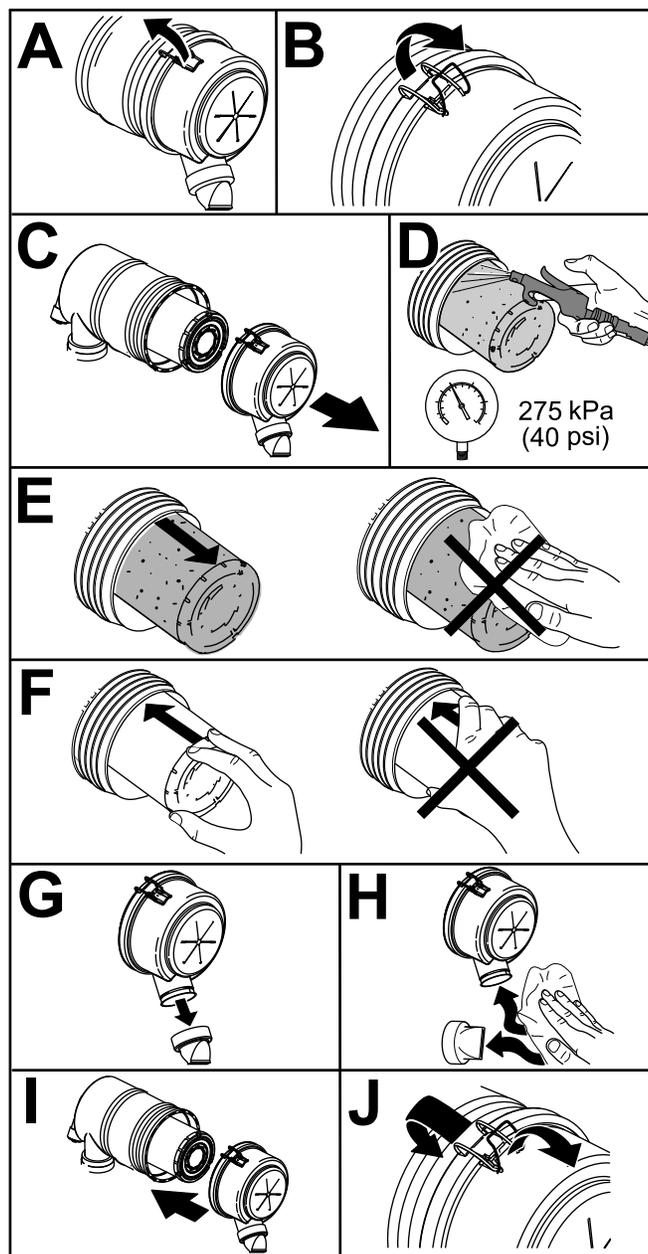

Figura 46
1. Substitua o elemento do filtro do ar primário (Figura 46).